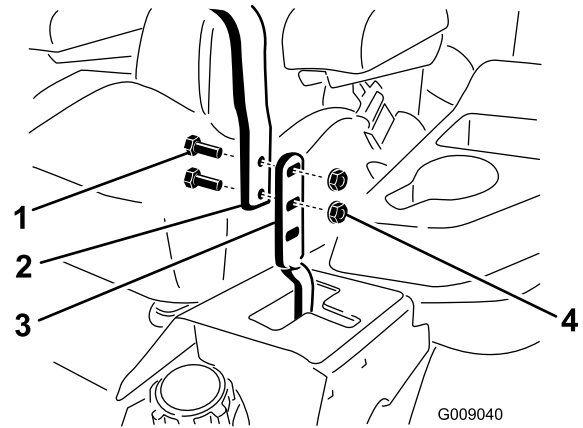

Figure 60
3. Desserrez les boulons et les écrous à embase qui fixent les poignées aux leviers (Figure 60).